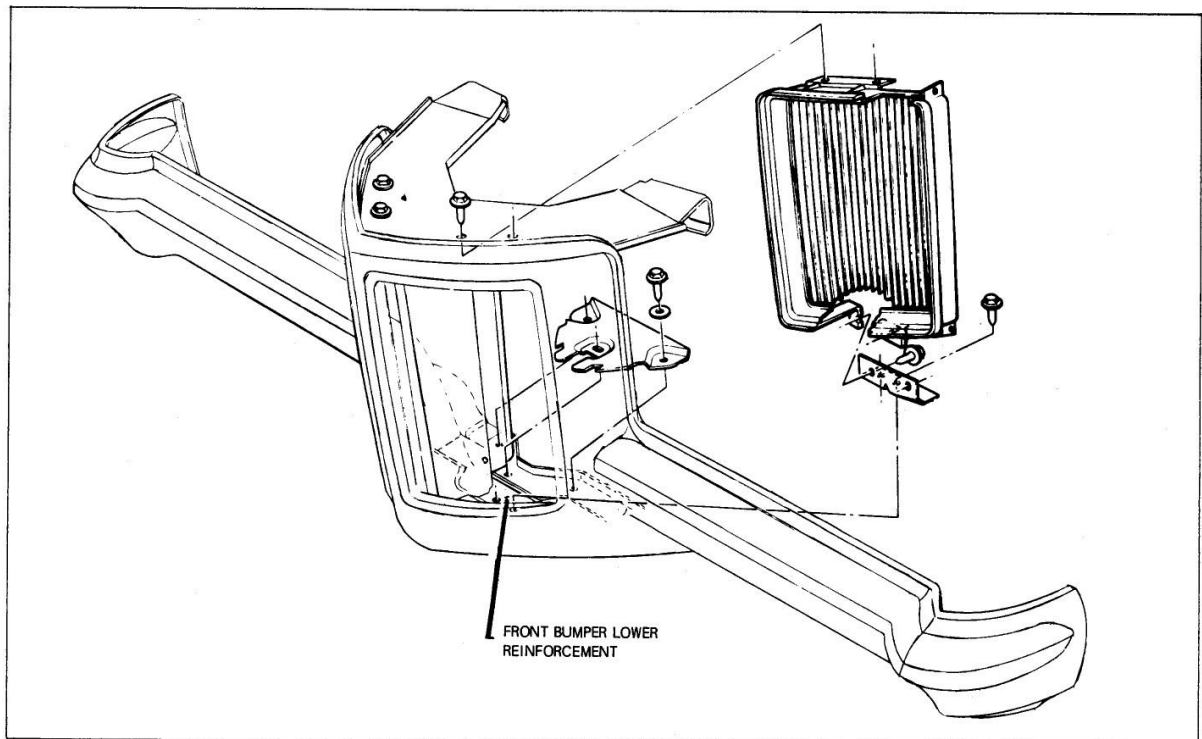

Fig. 14-3 Grand Prix Grille
6. Remove grille shells (Fig. 14-3).